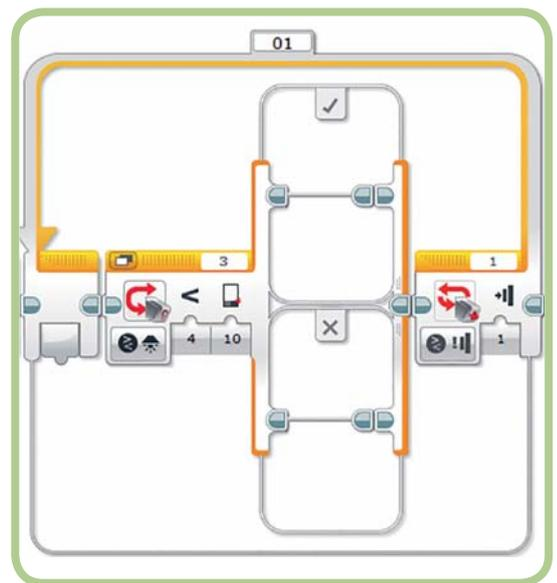

Рис. 6.25. Добавление блока **Переключатель** (Switch)
- Для параметра **Пороговое значение** (Threshold value) задай значение **10**. Это значение можно будет скорректировать после тестирования, если оно окажется слишком высоким или слишком низким. Блок **Цикл** (Loop) должен выглядеть, как на рис. 6.25.